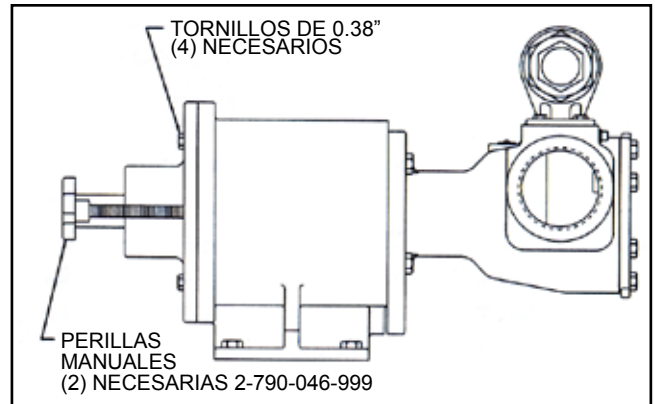

FIGURA 19
1. Si la unidad tiene un acoplamiento separador, el soporte del acoplamiento puede quedar atornillado a la base. Si no tiene acoplamiento separador, tendrá que retirar el reductor o destornillar el acoplamiento. Retire los tubos hacia la bomba, dejando un huelgo de 4" mínimo en el extremo del eje del acoplamiento. Inserte f (2) perillas manuales de 7/2" con un mínimo de 4,5" de rosca en los dos agujeros tapados en las posiciones de 9 y 3:00 en la parte de atrás de la guarnición de cojinete. Retire los (4) tornillos de 0,38". Ver Figura 19.
2. Gire las perillas uniformemente para sacar la guarnición de cojinete y el montaje exterior. Ver Figura 19.